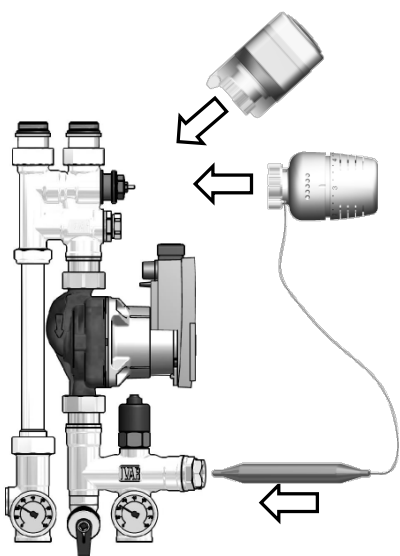

Fig. 5
Una vez que se ha completado la pre-regulación del by-pass secundario o su calibración máxima, es posible instalar el dispositivo de control de la mezcla que reaccionará dinámicamente a las variaciones de la carga térmica. La válvula mezcladora puede controlarse con punto fijo, mediante la cabeza termostática con sonda de capilar o bien, con compensación climática mediante un servomotor eléctrico y un regulador climático. Con referencia a la Fig. 5, la cabeza termostática (2) o el motor (3) se aplican en correspondencia de la válvula mezcladora de tres vías (1).
- En caso de regulación con punto fijo, la sonda de inmersión (4) de la cabeza se coloca en el portasonda (5) correspondiente. La cabeza termostática T 5011U se suministra en las versiones de **MULTIMIX-C** que tienen el código de producto con la letra «T» (ej. 508134PETC).